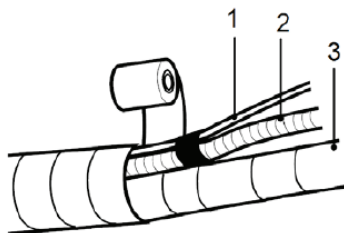

fig. 25 -
- Dopo aver avvolto i tubi con materiale protettivo, unire assieme il cavo di collegamento elettrico (1-"fig. 25 -"), il tubo di scarico condensa (2-"fig. 25 -") e le tubazioni (3-"fig. 25 -").